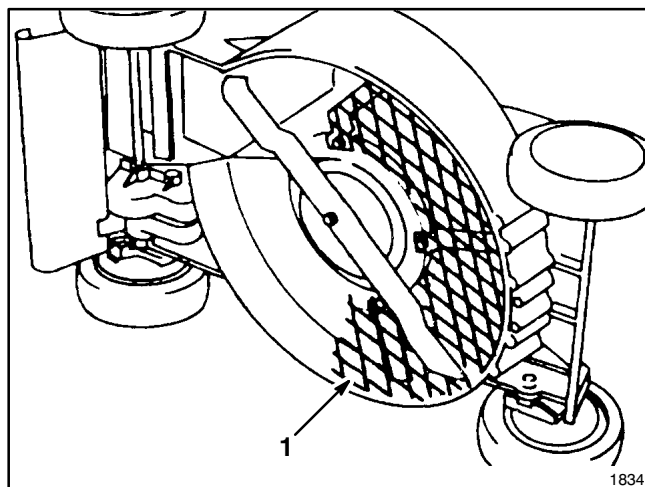

Figure 32
2. Kit de déchiquetage de feuilles, modèle n° 59180—Se monte sous la tondeuse en quelques minutes sans qu'on doive déposer la lame. Déchire les feuilles en petits morceaux pour faciliter leur aspiration dans le sac à herbe et leur élimination (Fig. 32).